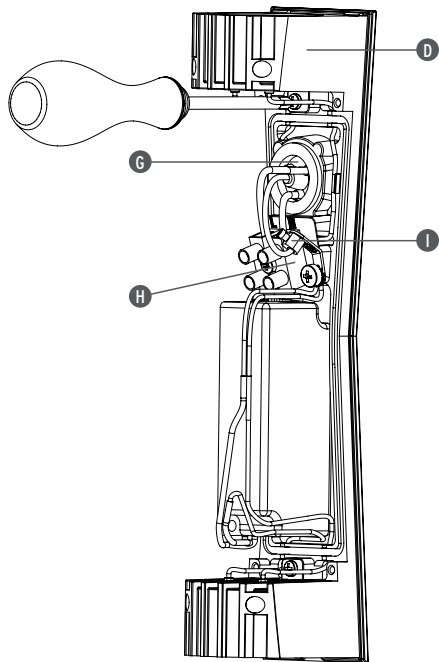

Fig. 4
- <IT> Fig.4 Rimontare il corpo (D) all'attacco a parete avendo cura di far passare i cavi di alimentazione attraverso il passacavo (G), quindi effettuare i collegamenti elettrici nella morsettiere (H) e al morsetto di terra (I).
- <GB> Fig.4 Remount the body (D) onto the wall attachment taking care to pass the supply cables through the fairlead (G), then make the electrical connections in the terminal box(H) and to the earth terminal (I).
- <DE> Abb.4 Montieren Sie den Korpus (D) wieder am Wandanschluss, achten Sie dabei darauf, dass die Stromkabeln in die Kabelführung (G) eingezogen werden. Führen Sie den Stromanschluss an der Klemmleiste (H) und an der Erdungsklemme (I) durch.
- <FR> Fig.4 Remonter le corps (D) sur l'attache murale en prenant soin de faire passer les câbles d'alimentation à travers le passe câble (G), puis effectuer les raccordements électriques dans le bornier (H) et raccorder la terre (I).
- <ES> Fig.4 Volver a montar el cuerpo (D) en el soporte de pared pasando los cables de alimentación a través del pasacables (G), entonces efectuar las conexiones eléctricas en la regleta (H) y al borne de la toma de tierra (I).
- <PT> Fig.4 Voltar a montar o corpo (D) ao suporte de parede tendo o cuidado de passar os cabos de alimentação através do passa-cabo (G) e, posteriormente, realizar a ligação eléctrica na régua de terminais (H) e ao borne de terra (I).
- <RUS> Рис.4 Снова установить основную часть (D) на несущую панель, пропустив провода питания через кабельный вход (G), затем подсоединить их к клеммной панели (H) к клемме заземления (I).